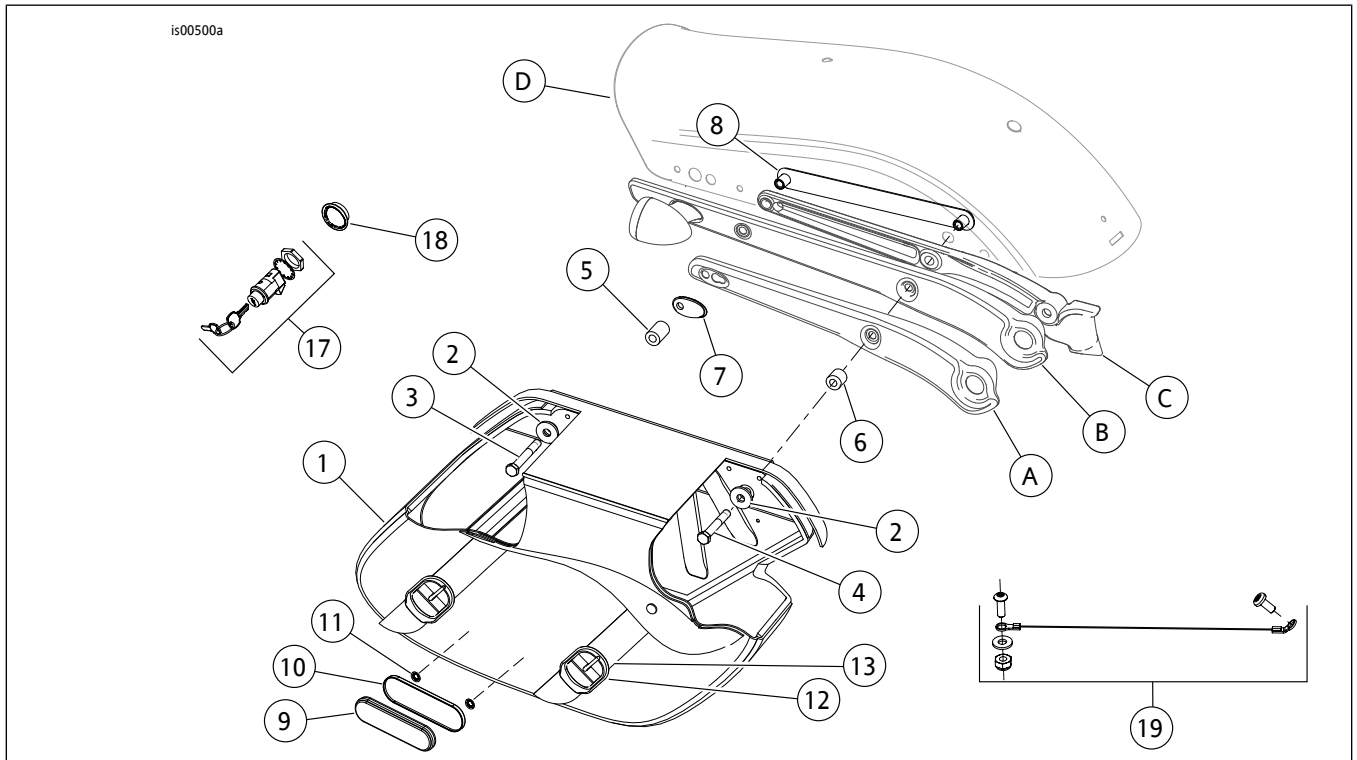

图3。2006年款及之后应用(除FXDB)的维修零件
参见图3和表3。
- 所有其他车型：参见图3和表3。在挡板内侧安装套件中的挡板支架( 8 )。